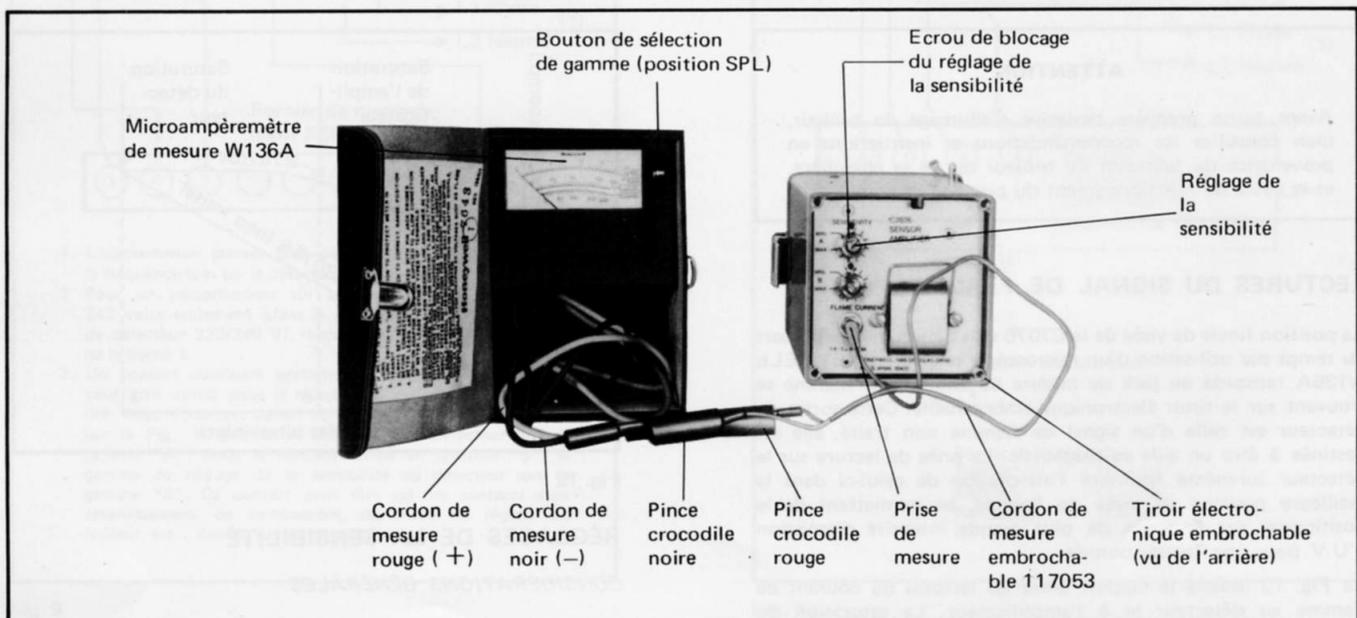

Fig. 13
- b) Un cordon de raccordement 117053 est nécessaire (celui-ci est normalement fourni avec le W136A, mais peut être commandé séparément). Raccorder sa cosse rouge au fil rouge (+) et sa cosse noire au fil noir (-) (Fig. 13).
5. Après chaque point des procédures suivantes, reverrouiller le détecteur sur sa face avant et contrôler par une lecture de mesure au JACK DE COURANT DE FLAMME sur le détecteur (Fig. 13).